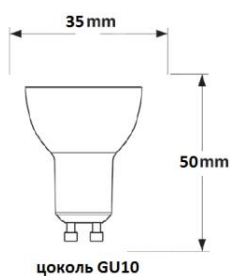

Рис. 16
6. Установите новую лампочку (рис. 16), действуя в обратном порядке.